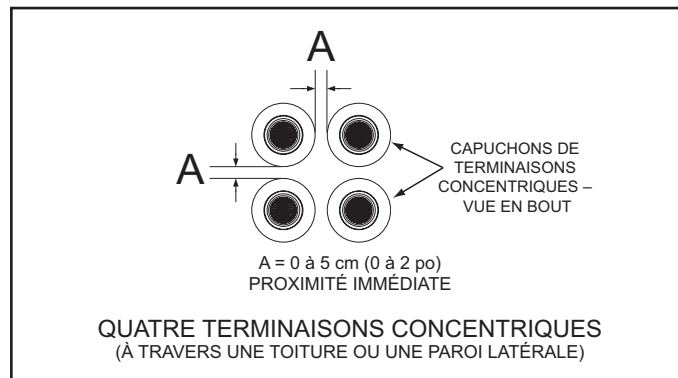
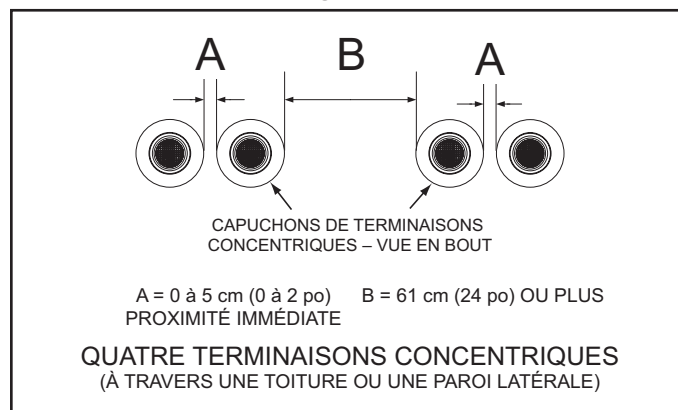
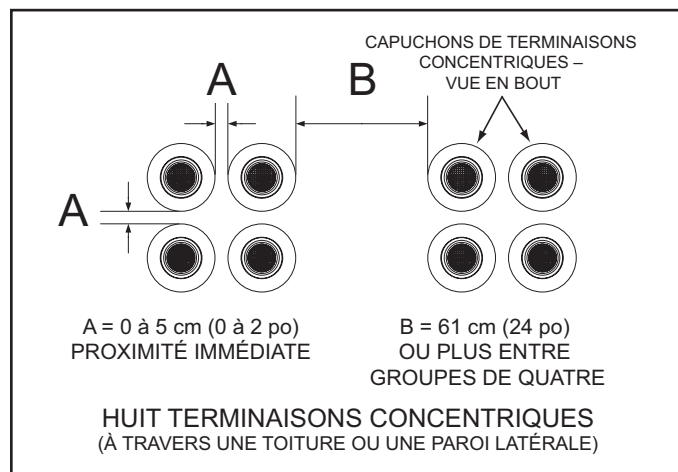
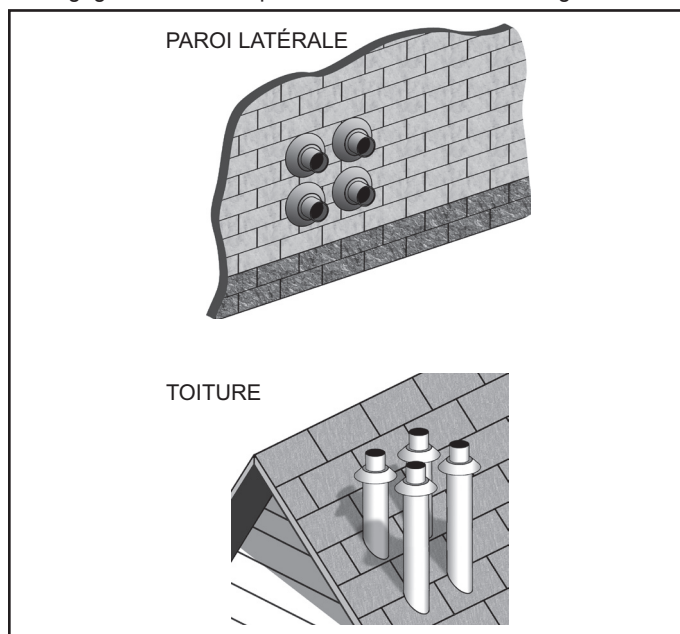

Figure 34
Figure 35
Figure 36
Figure 38
1. Lors de l'installation de quatre terminaisons concentriques à travers un toit ou une paroi latérale à proximité immédiate, elles peuvent être agencées en rangées empilées de deux comme l'indique la Figure 34 ou en rangées latérales de deux comme l'indique la Figure 35.
2. Quatre est le nombre maximum de terminaisons concentriques pouvant être installées dans un groupe où toutes les terminaisons sont à proximité immédiate comme l'indique la Figure 34.
1. Lors de l'installation de groupes multiples de terminaisons concentriques à travers un toit ou une paroi latérale à proximité immédiate, ils peuvent être installés en groupes empilés de quatre comme l'indique la Figure 36. Des groupes latéraux de quatre comme l'indique la Figure 35 peuvent être un agencement d'installation plus pratique pour les groupes multiples en fonction de l'espace disponible.
Quatre terminaisons concentriques peuvent être installées à proximité immédiate comme l'indique la Figure 38. Voir la Figure 34 et la Figure 35 à la page 32 pour de plus amples informations sur les dégagements et les options additionnelles d'aménagement.
Huit terminaisons concentriques peuvent être installées en deux groupes empilés de quatre, à proximité immédiate, comme l'indique la Figure 39. Voir la Figure 36 à la page 32 pour de plus amples informations sur les dégagements.
Des groupes latéraux de quatre comme l'indique la Figure 35 à la page 32 peuvent être un aménagement d'installation plus pratique pour des groupes multiples en fonction de l'espace disponible.